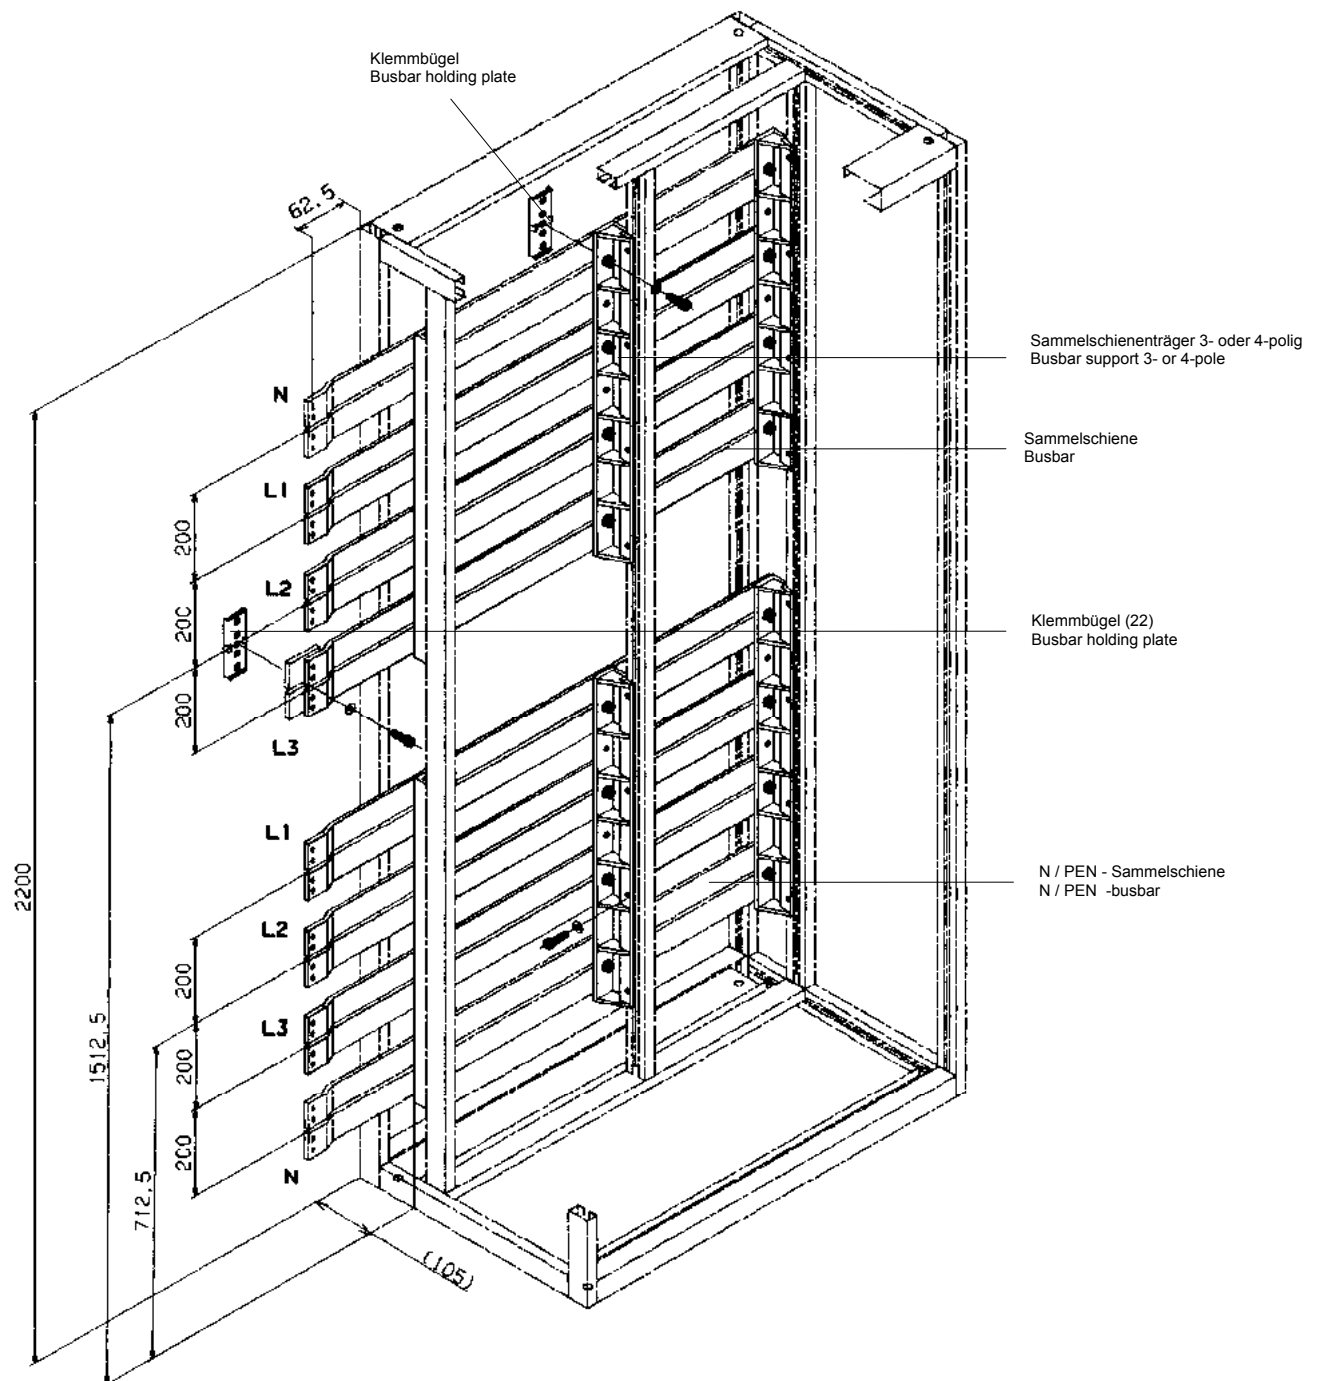

Abb. 3 / Fig. 3
- Sammelschienen (siehe Abb. 3 und 4),
- busbars (see fig. 3 and 4),